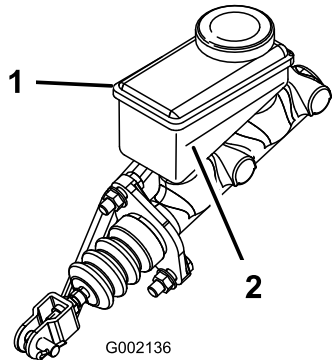

Bild 18
3. Lesen Sie den Flüssigkeitsstand am Stutzen an der Seite des Behälters ab (**Bild 18**).
- B. Füllen Sie DOT 3-Bremsflüssigkeit in den Behälter, bis der Füllstand über der Minimum-Markierung liegt (**Bild 18**).